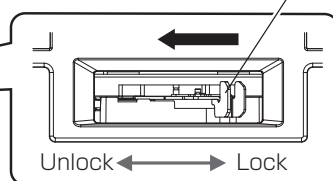

図4
4) 投写レンズの目印 (赤色) をプロジェクター本体の突起目印に合わせて、投写レンズを奥までしっかり差し込む (図 4)
**3) 投写レンズを持ちながら、レンズロックレバーをつまんで Unlock 側に回す（図 4）**